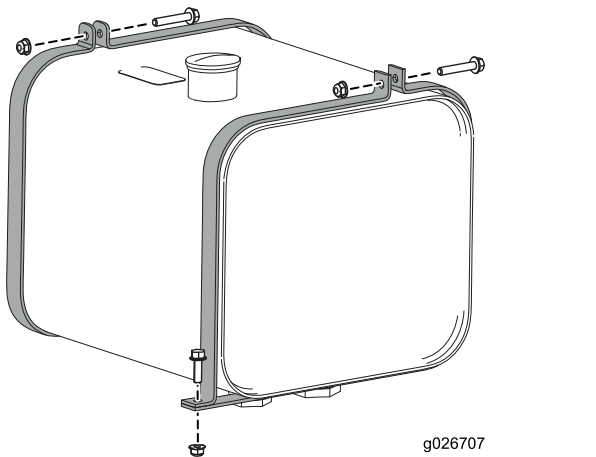

Рисунок 45
8. Ослабьте хомуты гидравлического бака и снимите гидравлический бак с машины (**Рисунок 45**).